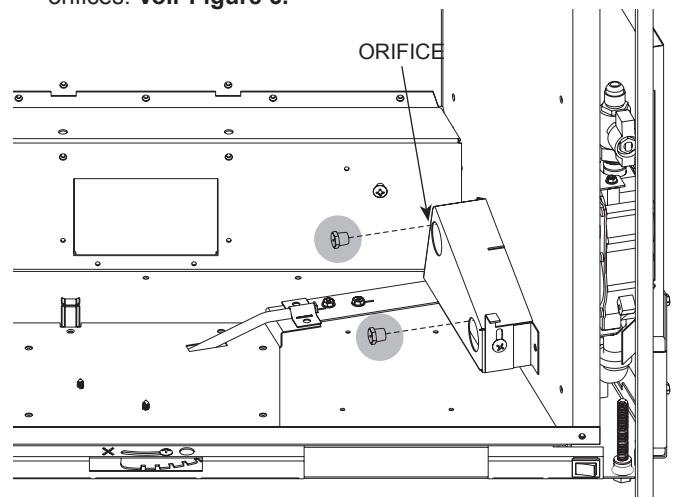

Figure 6
6. Utiliser une clé à douille longue de 7/16 po pour retirer les orifices. Voir Figure 6.